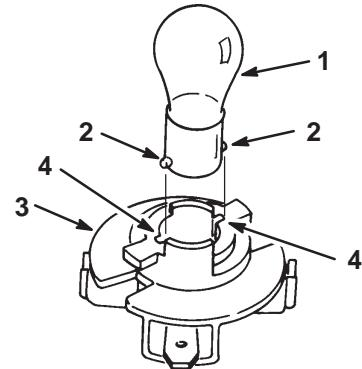

Bild 43
5. Drücken Sie die Birne herein, drehen Sie sie entgegen dem Uhrzeigersinn bis zum Anschlag (ca. 1/4 Umdrehung) und nehmen Sie sie aus der Birnenfassung heraus (Bild 43).
1. Die Glühbirne hat Metallstifte an der Seite ihres Unterteils. Fluchten Sie die Stifte auf die Schlitzte in der Birnenfassung aus und setzen das Unterteil in die Fassung (Bild 43). Drücken Sie die Birne hinein und drehen sie im Uhrzeigersinn bis zum Anschlag.